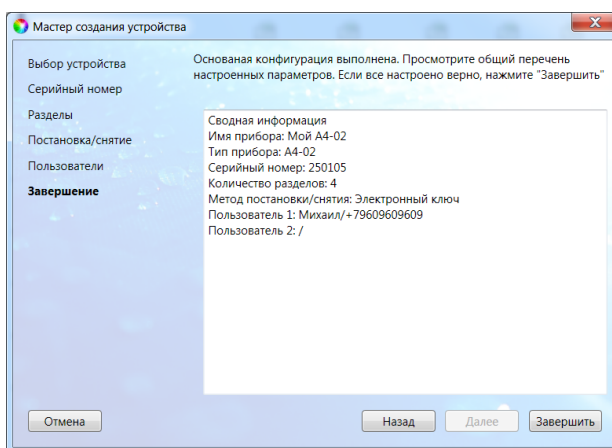

Рис. 5.10. Окно *Завершение*
14. В следующем окне *Завершение* отображаются указанные параметры (рис. 5.10). Для завершения нажмите кнопку *Завершить*. Для того чтобы вернуться назад и изменить параметры, нажмите кнопку *Назад*.